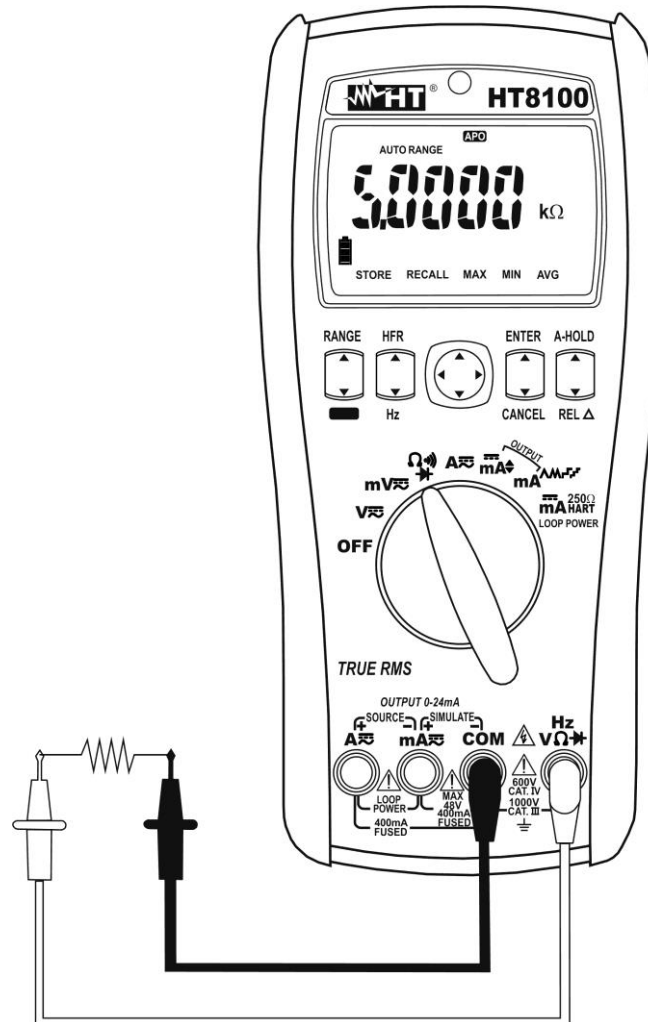

Fig. 6: Uso dello strumento per misura di Resistenza e Test Continuità
3. Inserire il cavo rosso nel terminale di ingresso **HzV $\Omega$**   $\blacktriangleright$  e il cavo nero nel terminale di ingresso **COM** (vedere Fig. 6)